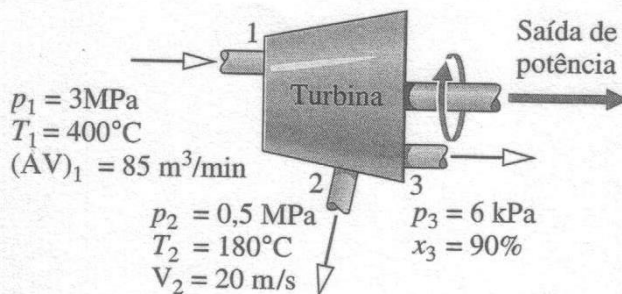

Figura P5.29
5.29 Uma turbina bem isolada operando em estado estacionário é esboçada na Fig. P5.29. Vapor entra a 3 MPa, 400°C, com uma vazão volumétrica de 85 m³/min. Parte do vapor é extraída da turbina a uma pressão de 0,5 MPa e uma temperatura de 180°C. O resto se expande até uma pressão de 6 kPa e um título de 90%. A potência total desenvolvida pela turbina é 11.400 kW. Os efeitos de energia cinética e potencial podem ser desprezados. Determine: